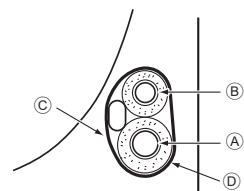

Fig. 4-5
4.5.1. Укладка в место для трубок блока (Fig. 4-5)